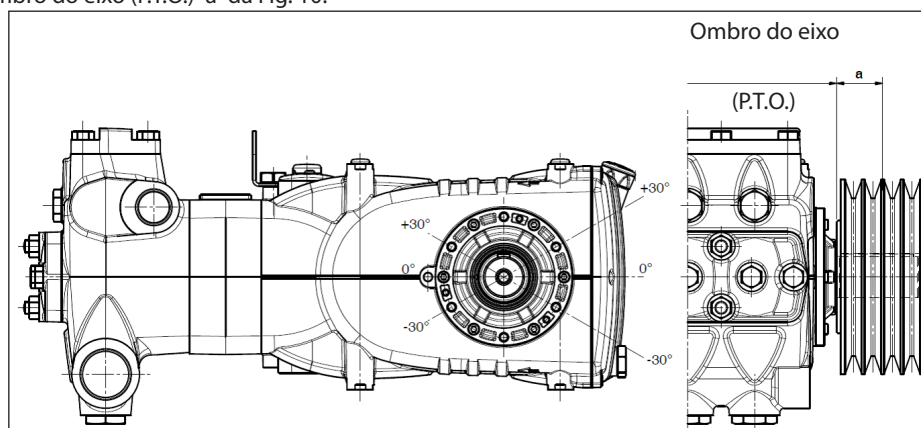

Fig. 10
A carga radial sobre o eixo não deve ser superior a 7500 N (valor necessário para a definição do layout). A transmissão é considerada adequada, se tal carga é aplicada a uma distância máxima de **a=40 mm** do ombro do eixo (P.T.O) conforme indicado na Fig. 10.
- b) Use correias de alto rendimento - por exemplo **XPB** ao invés de **SPB** - pois resultará necessário uma quantidade inferior de correias com a mesma potência transmitida e uma consequente distância inferior do resultante em relação ao ombro do eixo (P.T.O.) "a" da Fig. 10.